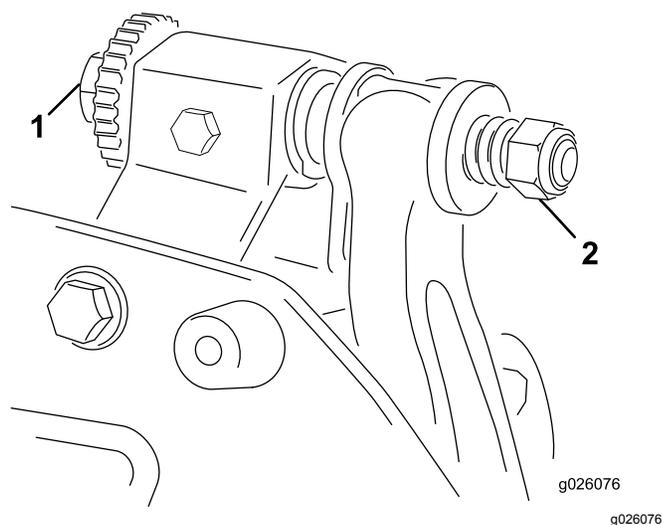

図 11
- A. ベッドバー調節ねじ 図 11 を 1 クリックずつ均等に締めながら、ごく軽い接触が得られるようにする。
6. シムを左右に滑らせながら右側のベッドバー調整ボルト 図 11 を回して、シムに軽い圧迫シムが挟まれる感じを感じる程度に調整する。シムを抜き取る。